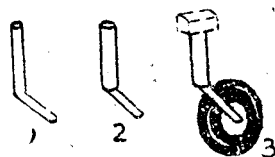

图 12
(4) 主轮支柱用圆竹条做成，用火烤弯。支柱上部也可卷上几圈棉纸。为了支柱胶入机翼时方便起见，可先在支柱上方胶一小木块。见图 12。
(5) 轮盖片可用卡片纸或 1 公厘厚木片来做。
(6) 座舱盖可用整块木块做成。也可先在机身上挖出駕駛舱再用賽璐珞片热压出座舱盖后胶上。
(7) 其他无线电台天线杆，天线等可各用竹条和铜线等做成。